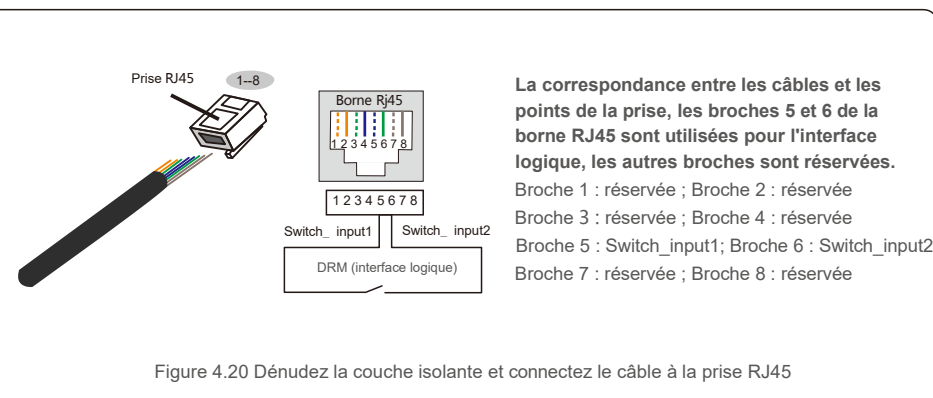

Figure 4.20 Dénudez la couche isolante et connectez le câble à la prise RJ45
2. Utilisez le dénudeur de fils réseau pour dénuder la couche isolante du câble de communication. Selon la séquence de ligne standard de la figure 4.20, connectez le fil à la prise RJ45, puis utilisez une pince à sertir pour serrer le câble réseau.